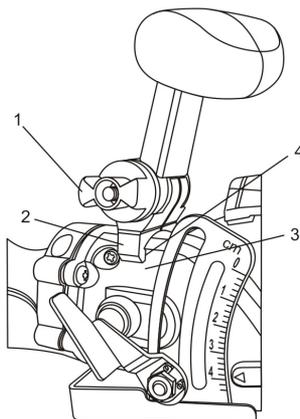

Figure 7
1. Tourner la molette de verrouillage (1) dans le sens antihoraire pour ouvrir les griffes de serrage (2) (figure 7).
2. Glisser les griffes de serrage ouvertes sur le boîtier d'engrenage en aluminium (3) jusqu'à ce que les griffes de serrage s'engagent dans les cavités de montage (4).